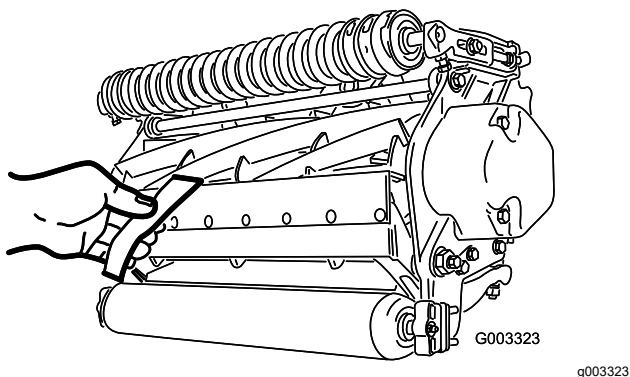

Figura 8
- B. Inserite una lunga striscia di carta di verifica del taglio (n. cat. Toro 125-5610) tra il cilindro e la controlama, perpendicolarmente alla controlama (Figura 8), poi ruotate **lentamente** il cilindro in avanti: dovrebbe tagliare la carta; in caso contrario, ripetete i passaggi A e B finché ciò non avviene.
13. Inserite una lunga striscia di carta di verifica del taglio (n. cat. Toro 125-5610) tra il cilindro e la controlama, perpendicolarmente alla controlama (Figura 8), poi ruotate **lentamente** il cilindro in avanti: dovrebbe tagliare la carta; in caso contrario, ruotate ciascun bullone di regolazione della barra di appoggio in senso orario di uno scatto e ripetete questo passaggio finché la carta non viene tagliata.